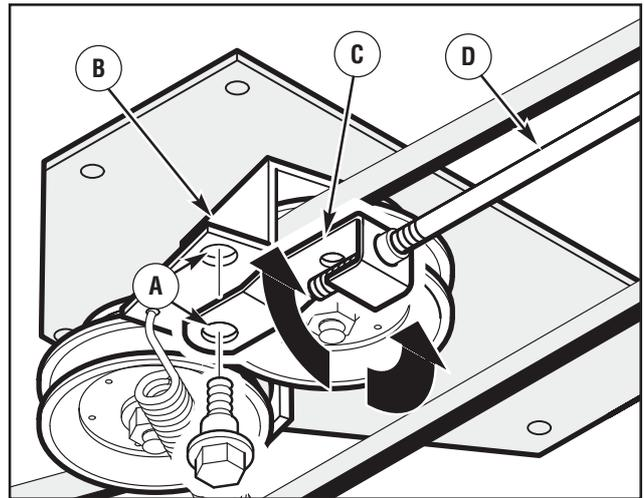

Figura 24: Allineamento del collegamento della frizione
2. Scollegare il **collegamento della frizione** dalla **leva di rinvio** (figura 24).
4. Ruotare il **collegamento della frizione** fino a che il foro di montaggio del **collegamento della frizione** non è allineato con la **leva di rinvio** come mostra la figura 24.
5. Collegare il **collegamento della frizione** alla **leva di rinvio** (figura 24).